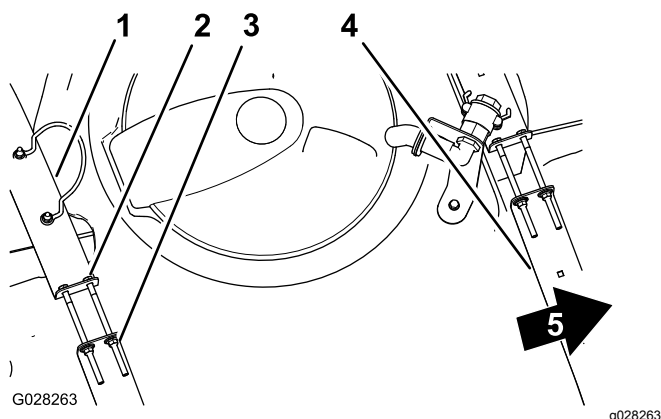

Figura 85
2. Verificate l'eventuale presenza di movimento tra le fasce del serbatoio e il serbatoio stesso (Figura 85).
- Se le fasce risultano lente sul serbatoio, stringete i dadi di bloccaggio flangiati e i bulloni sulla parte superiore delle fasce fino a quando queste non sono pari alla superficie del serbatoio (Figura 85).